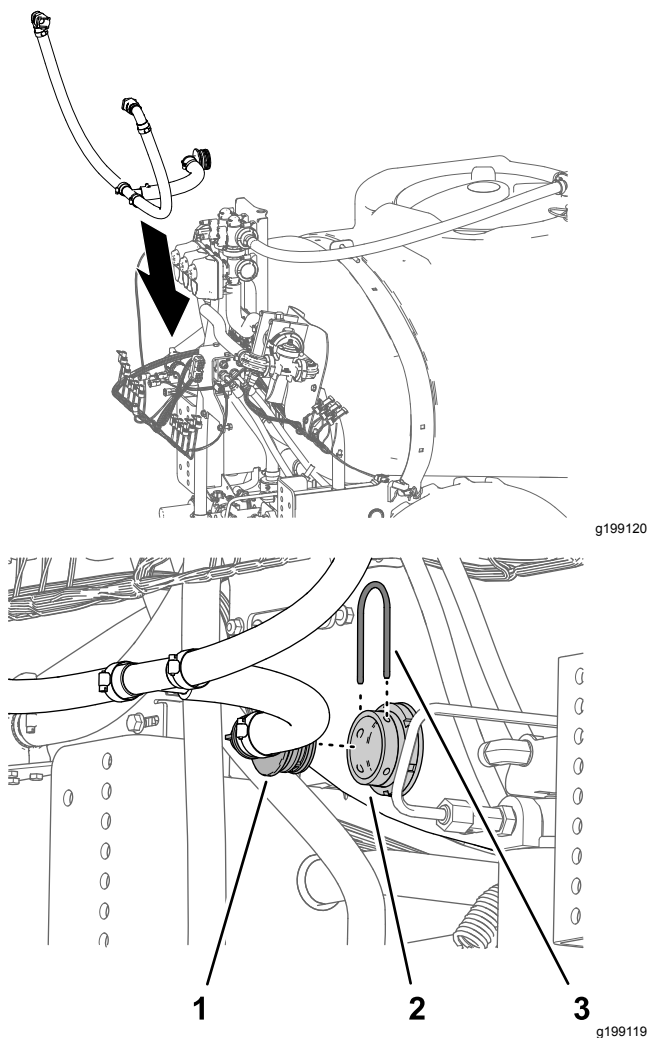

図 94
- バイパスホースアセンブリを液剤タンクにセットする図 94。